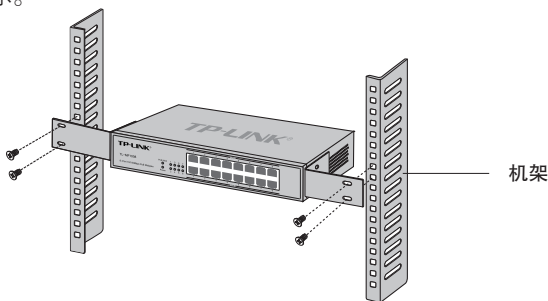

图2-3 机架安装示意图
4. 用螺钉将L型支架固定在机架两端固定的导槽上，确保PoE中跨稳定、水平地安装在机架上，如图2-3所示。